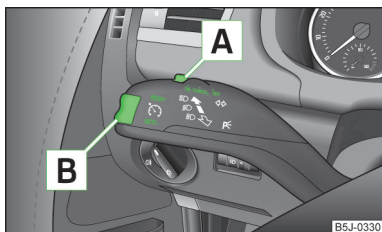

Abb. 101
- › Den Schalter **A** » Abb. 101 in Stellung **ON** drücken.
- › Die Wippe **B** » Abb. 101 auf Seite 119 in der Position **RES** drücken.
- › Die gespeicherte Geschwindigkeit kann durch Drücken der Wippe **B** » Abb. 101 auf Seite 119 in der Position **SET** verringert werden.
Die Geschwindigkeitsregelanlage wird **vorübergehend abgeschaltet**, indem der Schalter **A** » Abb. 101 auf Seite 119 in die gefederte Stellung **CANCEL** bzw. auch das Brems- oder Kupplungspedal gedrückt wird.
- › Den Schalter **A** » Abb. 101 auf Seite 119 nach rechts in Stellung **OFF** drücken.